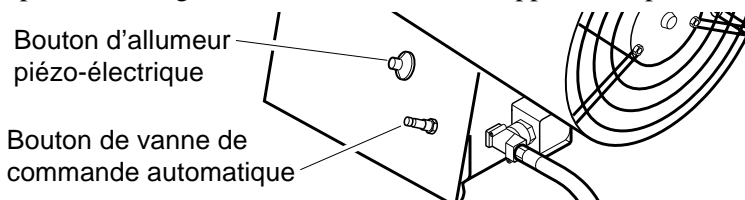

Figure 5 - Boutons de vanne de commande automatique et d'allumeur piézo-électrique
5. Appuyer sur le bouton de vanne de commande automatique et le maintenir enfoncé (voir la figure 5). Appuyer sur le bouton d'allumeur piézo-électrique (voir la figure 5). Il peut être nécessaire d'appuyer de 3 à 8 fois sur ce bouton pour allumer le brûleur. Maintenir le bouton de vanne de commande automatique enfoncé pendant 30 secondes après l'allumage du brûleur.